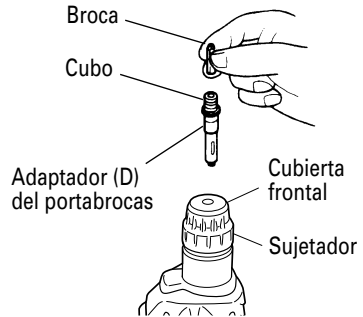

Fig. 19
6. Cuando coloque tornillos para metal (Fig. 19) En primer lugar, inserte la broca en el cubo del extremo del adaptador (D) de portabroca. A continuación, monte el adaptador (D) de portabroca en la unidad principal empleando los procedimientos descritos en 6 (1), (2) y (3) coloque la punta de la broca en las ranuras de la cabeza del tornillo, sujete la unidad principal, y apriete el tornillo.
- No trate de utilizar el martillo giratorio en la función de giro y martillazo con el adaptador del portabrocas (D) y la broca instalados.
7. Atornillando tornillos para madera (Fig. 19)